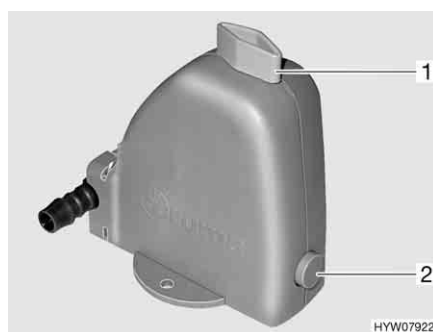

Fig. 92 Valvola di sicurezza/di scarico del boiler
Il boiler è dotato di una valvola di sicurezza/di scarico (Fig. 92). La valvola di sicurezza/di scarico impedisce che l'acqua congeli nel boiler in presenza di basse temperature esterne, quando il riscaldamento dell'autocaravan non è acceso.
- Chiudere la valvola di sicurezza/di scarico. A tal fine ruotare la manopola (Fig. 92,1) verticalmente rispetto alla valvola di sicurezza/di scarico e premere verso l'interno il bottone automatico (Fig. 92,2).
- Aprire la valvola di sicurezza/di scarico. A tal fine ruotare la manopola (Fig. 92,1) nel senso della lunghezza della valvola di sicurezza/di scarico. Il bottone automatico (Fig. 92,2) scatta all'infuori. Il boiler viene svuotato verso l'esterno tramite la valvola di sicurezza/di scarico.